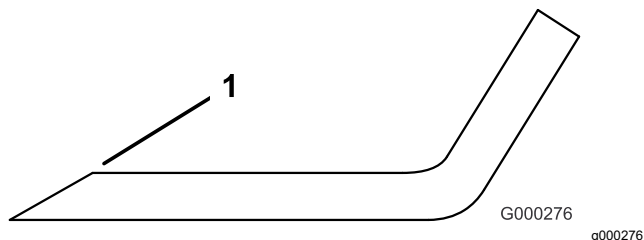

Figure 27
4. Examinez les tranchants de toutes les lames et aiguisiez-les s'ils sont émoussés ou ébréchés (Figure 27).
Remarque: N'aiguissez que le haut du tranchant et conservez l'angle de coupe d'origine pour obtenir une coupe nette (Figure 27). Limez la même quantité de métal sur chacun des deux tranchants pour ne pas déséquilibrer la lame.